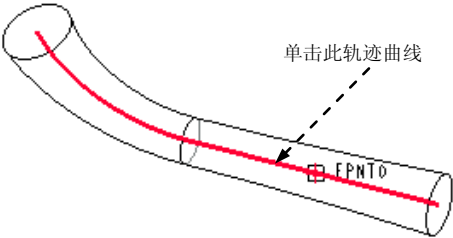
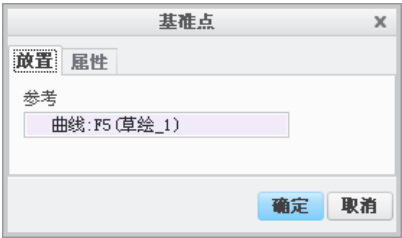

图 11.2.41 创建域点
图 11.2.42 “基准点”对话框
(1) 在 **模型** 功能选项卡的 **基准** 区域中选择  点   域 命令。
(2) 如图 11.2.41 所示，单击选取轨迹曲线，系统立即在单击处的轨迹曲线产生一个基准点 FPNT0，这就是域点，此时“基准点”对话框如图 11.2.42 所示。
(3) 在“基准点”对话框中单击 **确定** 按钮。